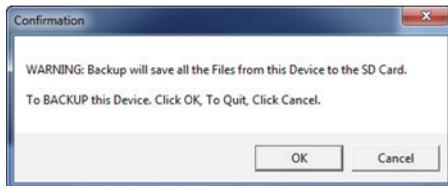

Рис. 6-31 Окно Confirmation для подтверждения резервного копирования
5. В появившемся окне подтверждения **Confirmation** (см. Рис. 6-31 на стр. 350) нажмите **OK** для запуска резервного копирования.